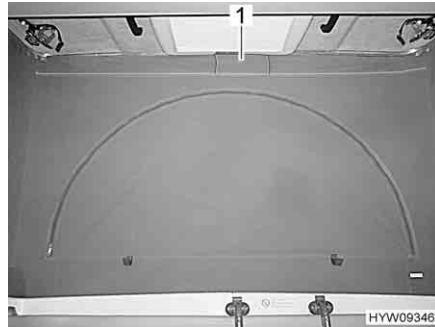

Fig. 30 Aerazione (chiusa)
- Aprire la chiusura a velcro della membrana in tessuto (Fig. 30,1) sotto il tetto a soffietto. Dietro la membrana in tessuto è stata applicata una zanzariera per impedire agli insetti di entrare.